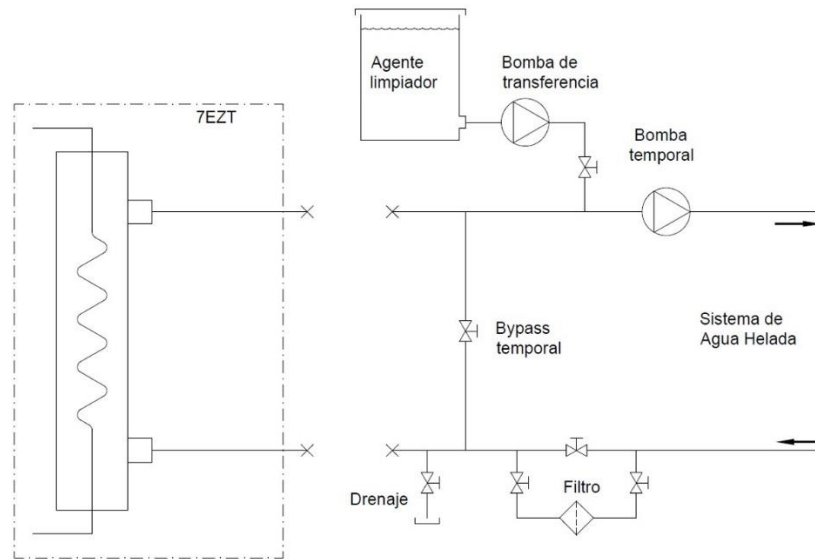

Figura 6.
- Instale un bypass temporal y aisle el chiller con tapones, para evitar que agua sucia y/o partículas extrañas entren a la bomba y al evaporador durante el lavado. Use una bomba temporal durante el proceso de limpieza. Además, asegúrese de que el drenaje tiene la capacidad para desaguar completamente el sistema después de la limpieza (ver Figura 6).